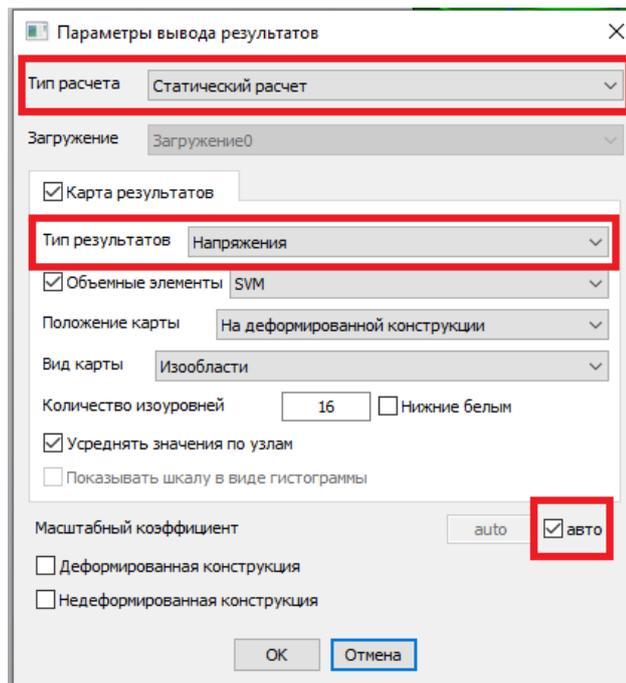

Рис. 173
9. Указываем параметры вывода результатов (рис. 173).